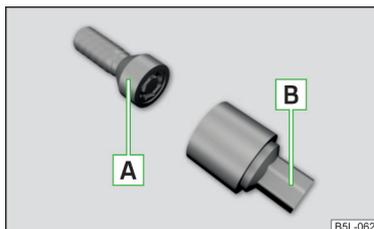

Abb. 305
Die Anti-Diebstahl-Radschrauben schützen die Räder vor einem Diebstahl. Diese lassen sich ausschließlich mit dem Aufsatzstück **[B]** » Abb. 305 **lösen/festziehen**.
- Das Aufsatzstück **[B]** » Abb. 305 bis zum Anschlag auf die Anti-Diebstahl-Radschraube **[A]** stecken.
» Abb. 305 auf Seite 279.